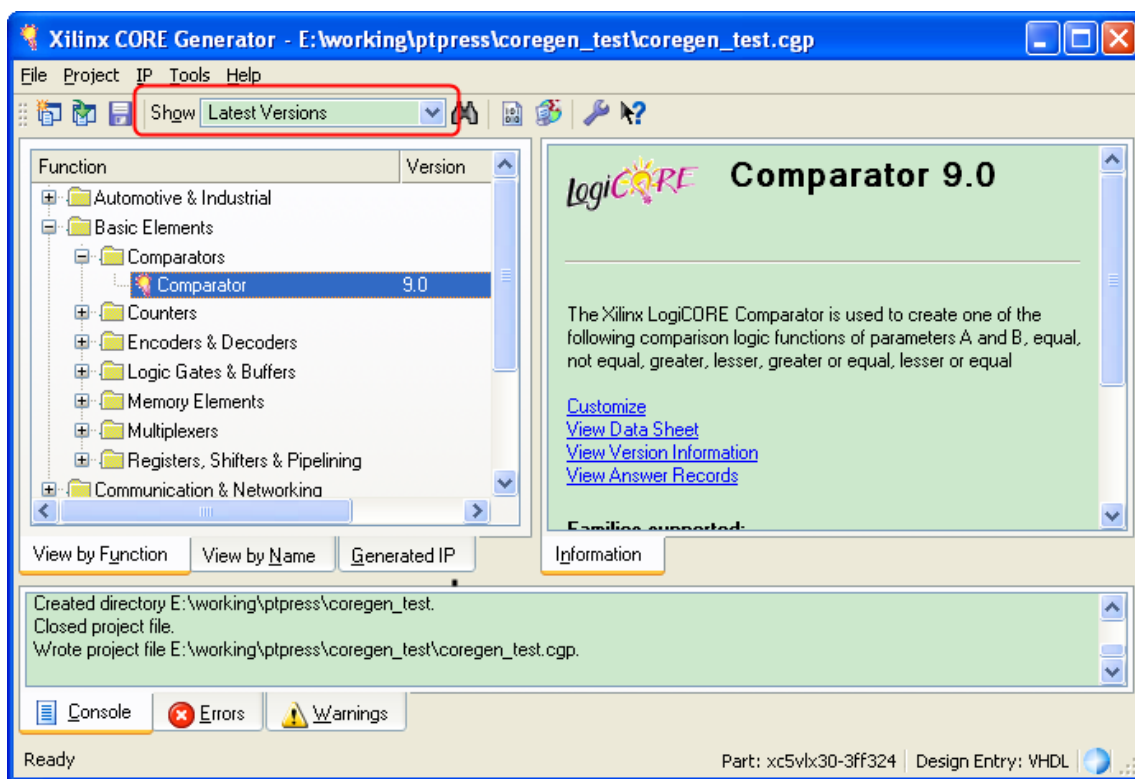

图 2.57 新建 IP 窗口
- (1) 启动 CORE Generator，打开已有项目。
- (2) 在打开的项目窗口中选择“View by Function”选项卡，找到需要的 IP，如图 2.57 所示。选择“Basic Elements”目录下的“Comparators”分支，然后选择“Comparator”。